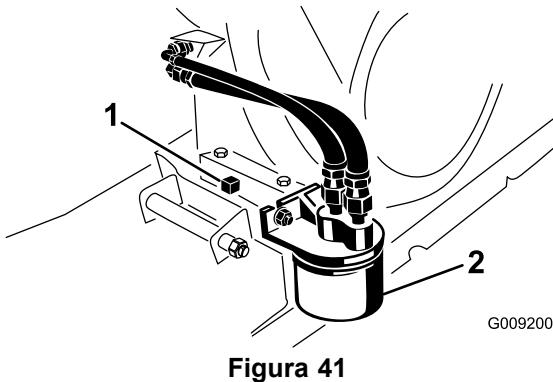

Figura 41
- Allineate una bacinella di spurgo con una capacità di 1,8 litri sotto il tappo di spurgo (Figura 41).
- 6. Togliete il tappo di spurgo e la guarnizione (Figura 41).
2. Togliete il vecchio filtro dell'olio (Figura 41).
4. Inserite il nuovo filtro sul relativo adattatore in modo che la guarnizione sia a contatto con la piastra di appoggio, quindi serrate il filtro di un altro 1/2 o 3/4 di giro (Figura 41).